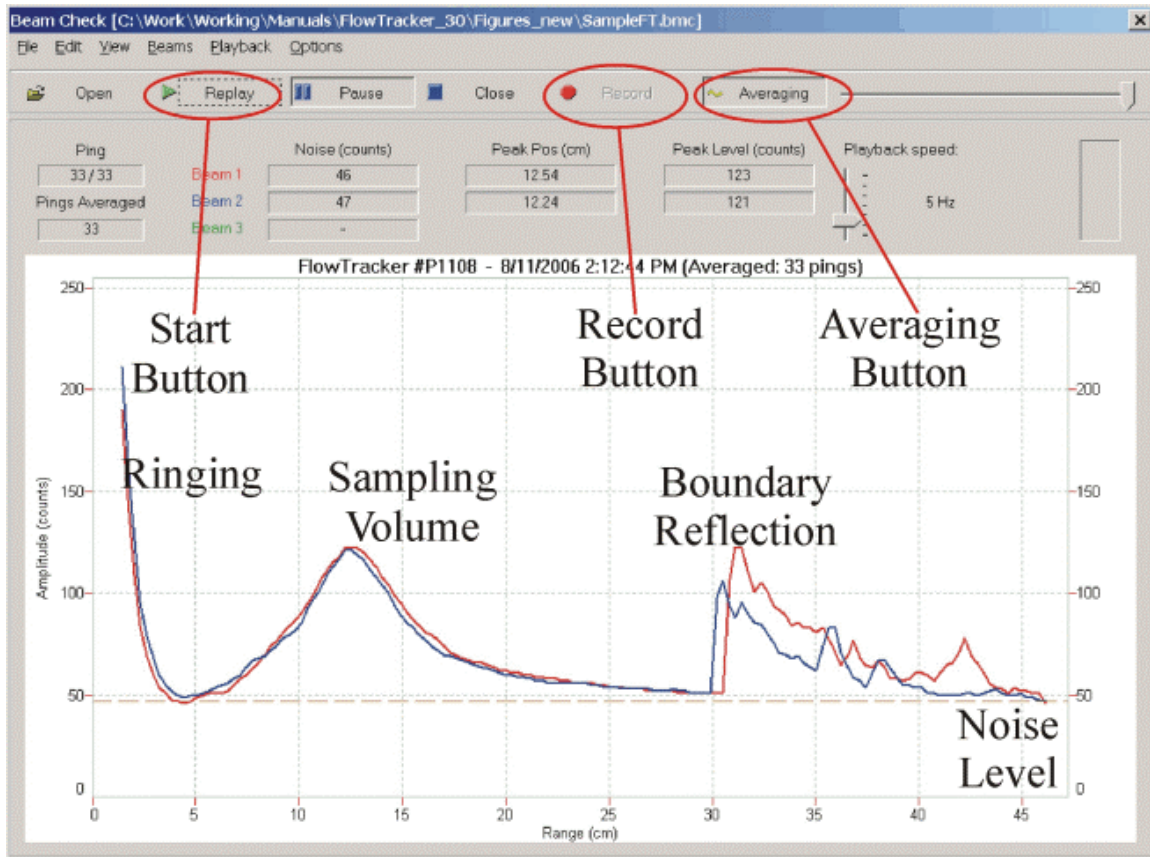

Abb. 11 – BeamCheck-Ausgabebildschirm einer Messung
BeamCheck (Abb. 11) ist ein Diagnoseprogramm zur Funktionsprüfung des FlowTracker. Es handelt sich um ein leistungsstarkes Instrument zur Funktionsanalyse des Geräts, das auch im SonTek-Werk verwendet wird. Es wird empfohlen, sich mit der Software vertraut zu machen und diese regelmäßig zu verwenden.
- Abb. 11 zeigt den Ausgabebildschirm einer Messung.
In der *BeamCheck*-Funktion sendet der FlowTracker einen Schallimpuls und gibt die Empfangssignalstärke für jeden Empfänger als eine Funktion der Zeit aus. Die Analysefunktionen überprüfen die verschiedenen Aspekte der Geräteleistung anhand des Signalstärkenprofils (Abb. 11).
- Jedes der oben beschriebenen Elemente muss sichtbar sein (Abb. 11).